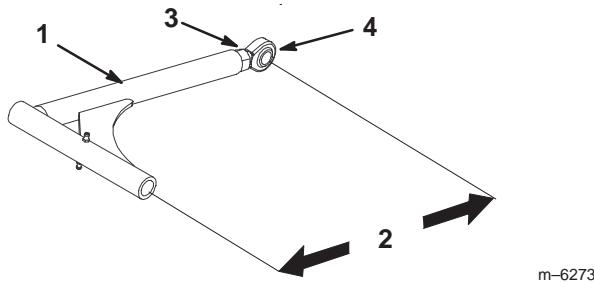

Figure 69
- Pour régler les bras de poussée, desserrez l'écrou de blocage et tournez la rotule dans le sens anti-horaire, un tour à la fois (Fig. 69).
- Réglez chaque côté de la même façon. La longueur nominale de chaque bras de poussée doit être de 389 mm (Fig. 69).